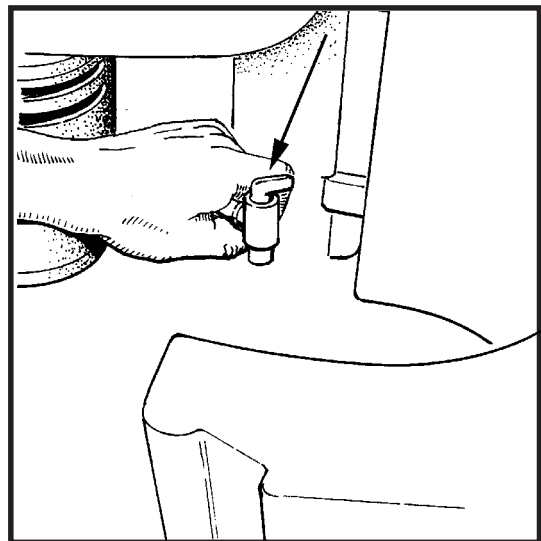

Abb. 11
4. Beim Entleeren des Batterieraums (Siehe Abb.11):